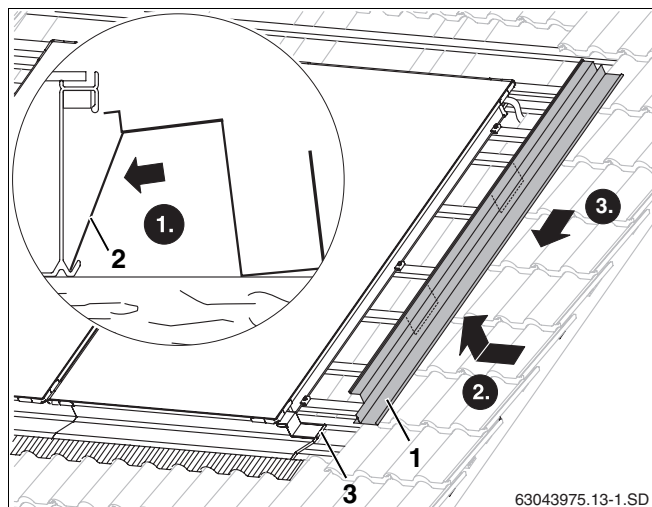

Fig. 49 Montaje de la chapa protectora lateral derecha
- ▶ Debe colocar las chapas de retención (fig. 49, **pos. 2**) en el borde inferior del colector.
- ▶ Introduzca las chapas protectoras situadas a la derecha y a la izquierda (fig. 49, **pos. 1**) con los bordes hacia arriba en la empuñadura del colector y deslícelas sobre la chapa protectora inferior.
- ▶ Presione la unión por solapamiento de ambas chapas para fijarlas (fig. 49, **pos. 3**).